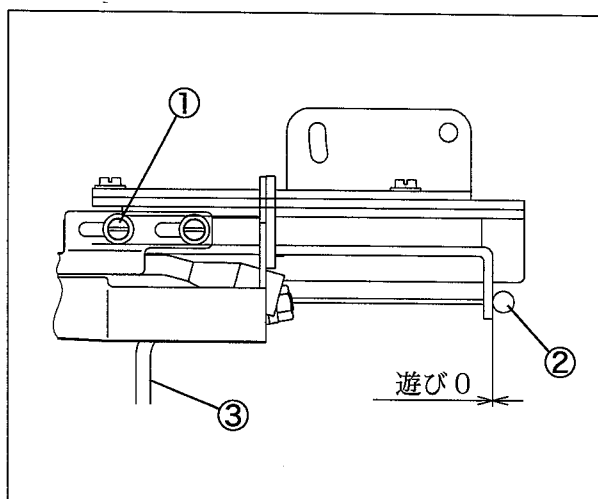

図9
- 吸込管①が最右端のとき、ワイヤ②に遊びをつくらない。(図9参照)
- ワイヤ②、ワイヤ保護パイプ③の通し方で小さな円弧を作らない。